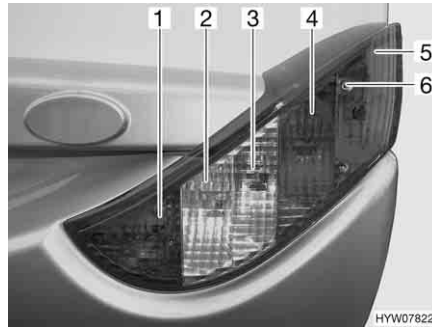

Fig. 225 Luci posteriori (lato anteriore)
- Svitare le tre viti ad esagono cavo (Fig. 225,6).